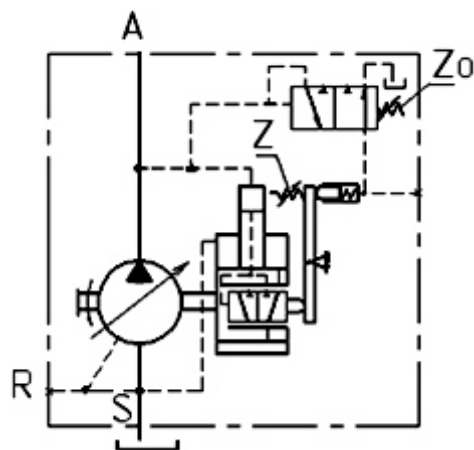

Рис. 18 – Гидравлическая схема насосов с регулятором постоянной мощности и клапаном отсечки в линии высокого давления.
- потребляемая мощность $N_{п}$, при необходимости, может быть изменена регулировкой винта Z (см. рис. 18).